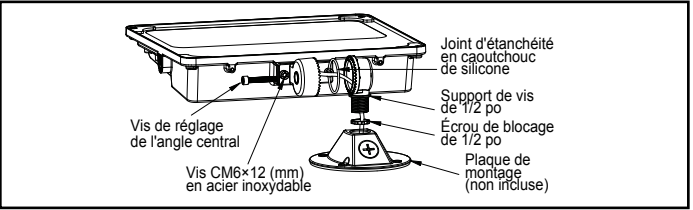

Figure 1
- 1. Faites passer les fils électriques par l'orifice d'accès 1/2 po de la plaque de recouvrement (non fournie). Fixez le support articulé à la plaque de recouvrement à l'aide du contre-écrou après avoir orienté le luminaire à l'angle souhaité. Serrez le contre-écrou à 9,5 N·m (7 pi·lb). (Figure 1)